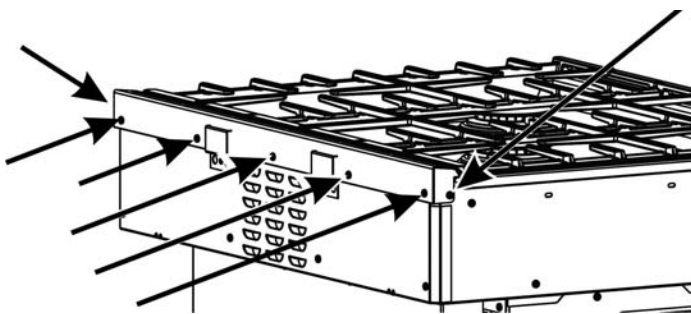

Figure 6 : Emplacements des vis de la garniture
4. Si l'arrière de la cuisinière ne ressemble pas à l'illustration de la cuisinière de la Figure 6, allez à la procédure page 3.
5. Retirez les vis qui maintiennent la garniture (cinq vis à l'arrière et une vis à chaque extrémité) (voir Figure 6). Conservez ces vis pour installer le dossier bas.
8. Fixez le dossier bas à l'aide d'une vis à chaque extrémité, puis maintenez le dossier bas en position verticale tout en fixant les 5 vis à l'arrière (voir Figure 6).